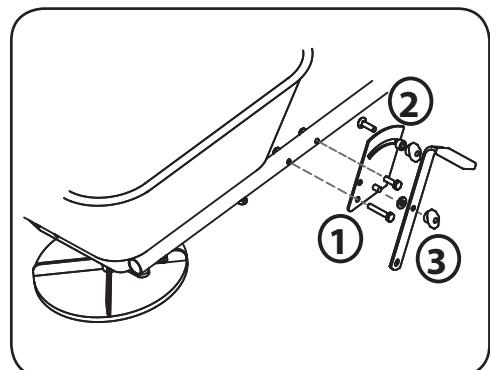

Figura 1-9
- Use dos tornillos y tuercas M6 x 40 para fijar la placa de control al lado derecho del bastidor. Vea 1 en la Figura 1-9.
- Inserte un perno de carro a través de la ranura de la placa de control y asegure con un espaciador de plástico y una tuerca mariposa para crear un tope ajustable de la manija de control. Vea 2 en la Figura 1-9.
- Monte la manija de control a la placa de control con una arandela (entre la manija de control y la placa de control) y una tuerca mariposa. Vea 3 en la Figura 1-9.
- b. Afloje, posicione y vuelva a apretar la tuerca mariposa en su tope ajustable para que la manija de control no se mueva de su posición. Vea 2 en la Figura 1-9.